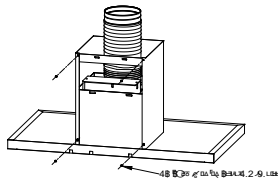

Fig.3
- Bevestig de afvoerbuis en de schouwdelen op het basispaneel, bevestig de montagebeugel aan de schouwdelen. Zie fig. 3.